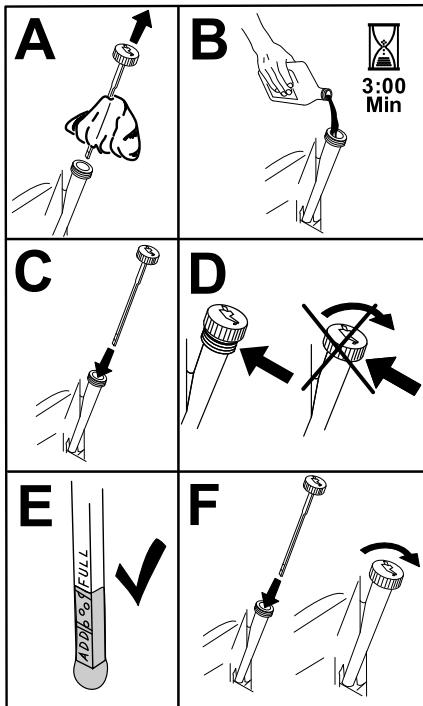

Bild 35
8. Gießen Sie langsam ungefähr 80 % der angegebenen Ölsorte in den Einfüllstutzen und füllen Sie dann vorsichtig mehr Öl ein, um den Ölstand an die **Voll**-Markierung zu bringen (Bild 35).